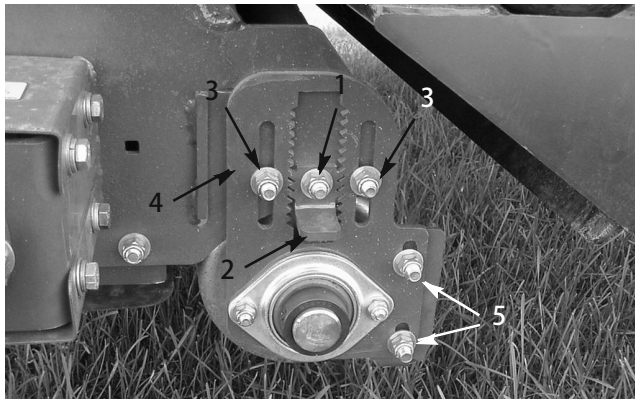

図 28
3. 高さ調整キー(図28)についているロックナットをゆるめて、キーを 15 mm 程度引き出せるようにする。
4. ローラの高さ調整ロックナットをゆるめる (図28)。
5. 高さ調整キーを引き出し、ローラの高さ調整プレートを上下させて 後ローラを適当な高さに調整する (図 28)。
ローラ・スクレーパ (図28) は、スクレーパとローラとの間に 1.5 mm 程度の間隔ができるように調整します。ローラ・スクレーパの高さ調整ナットをゆるめ、ローラの高さを決めてナットで固定します。